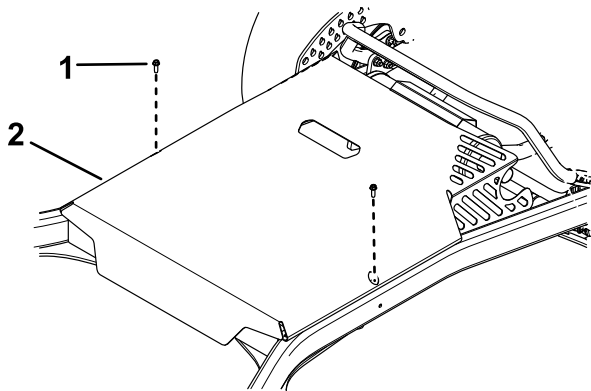

Figura 25
3. Togliete i 2 bulloni che fissano la protezione del piatto e rimuovetela (Figura 25).